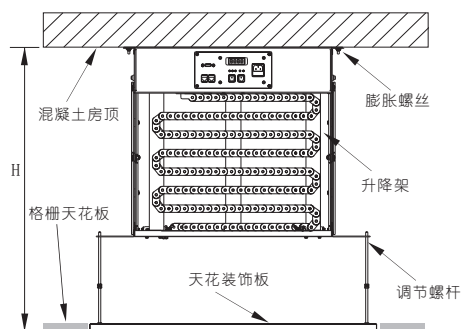

图3 普通高度天花的安装方式
- A. 如果 $H < H_1$ (假设 H_2 调至最长状态)，可以直接把升降架安装到混凝土房顶上，见图3；